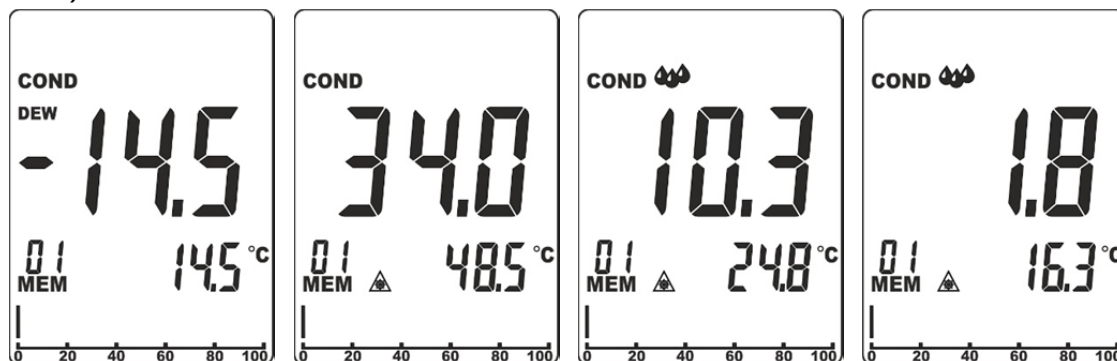

Fig. 11: Mesure du différentiel de température de surfaces
3. Appuyer simultanément sur les touches **RH%** et **MOI** pour accéder au mode de mesure Condensation. L'instrument affiche la valeur de la température de rosée mesurée par le capteur intégré sur l'écran secondaire et les indications « COND » et « DEW » sont présentes à l'écran (voir Fig. 11 – premier écran). L'écran principal affiche toujours la différence entre la valeur de température IRT et la température de rosée
- Si la température IRT est **supérieure de plus de 14°C (25°F)** par rapport à la température de rosée →, la différence de température (IRT-DP) est affichée sur l'écran principal sans autres indications (voir Fig. 11 – deuxième écran)
- Si la température IRT est **supérieure de 3°C à 14°C (5°F à 25°F)** par rapport à la température de rosée → la différence de température (IRT-DP) est affichée sur l'écran principal, l'indication « Δ » est présente à l'écran et l'instrument émet un son pour indiquer une situation de risque de condensation dans la zone (voir Fig. 11 – troisième écran)
- Si la température IRT est **supérieure de moins de 3°C (5°F)** par rapport à la température de rosée →, la différence de température (IRT-DP) est affichée sur l'écran principal ; l'indication « ΔΔ » est affichée à l'écran et l'instrument émet un double son pour indiquer une situation de risque élevée de condensation dans la zone (voir Fig. 11 – quatrième écran)